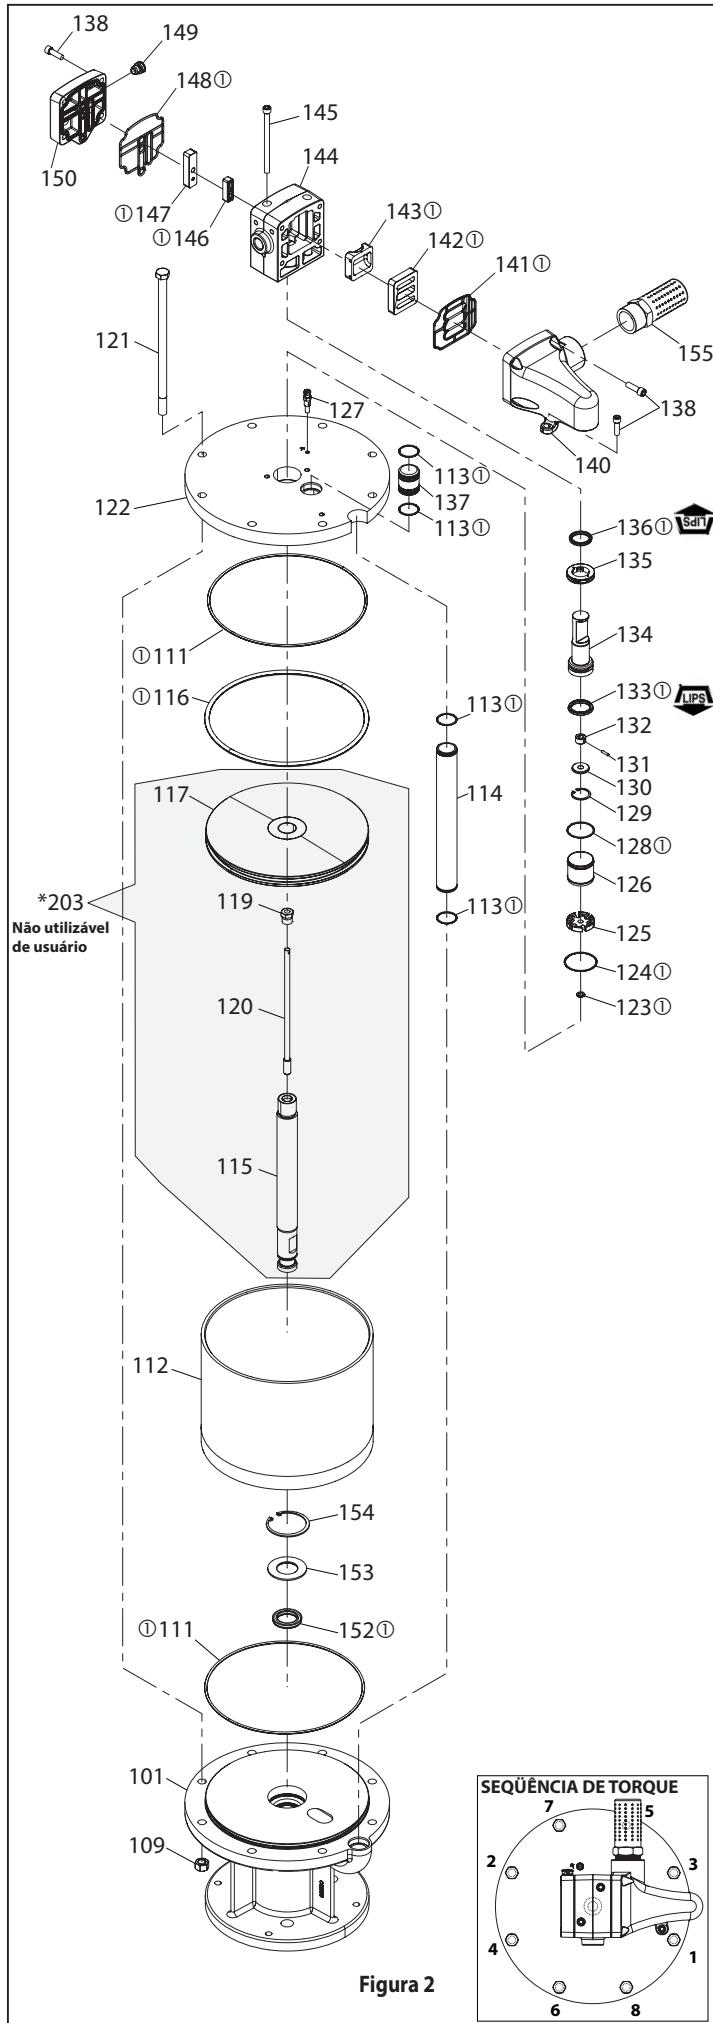

Figura 2
2. Instale a taça em U (152), a anilha (153) e o anel de retenção (154) no conjunto da base (101).
3. Instale o "O-ring" (111) na reentrância do conjunto da base (101).
4. Instale o "O-ring" (116) na reentrância do pistão (117).
5. Empurre a haste do pistão (115) através do conjunto da base (101), com cuidado para não danificar os rebordos do vedante em "U" (152).
6. Lubrifique o diâmetro interior do cilindro de ar (112) e deslize-o para baixo, até ao conjunto do pistão (203), e para o conjunto da base do motor pneumático (101). (Consulte a Figura 2 na Página 32).
7. Alinhe a reentrância na placa principal (122) com a porta no conjunto da base (101) e pressione a placa principal (122) para baixo até tocar no cilindro de ar (112). O conjunto da haste deslizante (120) tem de ser colocado no centro da placa principal (122).
8. Monte os 8 (121) parafusos na placa principal (122) e no conjunto da base (101).
9. Monte as 8 porcas (109) com parafusos de cabeça sextavada (121) e aperte de acordo com a sequência e valor de binário especificados.
10. Puxe o conjunto da haste deslizante (120) o mais longe possível do conjunto do motor pneumático, deslide o "O-ring" (123) sobre o conjunto da haste deslizante (120) e para baixo, para o bucin localizado na placa principal (122).
11. Deslide a tampa (125) sobre o conjunto da haste deslizante (120) e para baixo, para o furo localizado na placa principal (122).
12. Primeiro, deslide o (129) anel de retenção e, depois, a anilha (130) para o conjunto da haste deslizante (120).
13. Deslide o driver (132) para o conjunto da haste deslizante (120). Alinhe o furo do driver (132) com o furo no conjunto da haste deslizante (120) e insira o pino (131).
14. Monte a taça em U (133) de borracha na (134) bobina. Certifique-se de que os rebordos da taça em U (133) apontam para baixo, para a placa principal (122).
15. SDeslide a bobina (134) para o conjunto da haste deslizante (120), sobre o driver (132), e insira a anilha (130) atrás. Utilizando alicates para anéis de retenção, monte o anel de retenção (129) na reentrância interna localizada na bobina (134). Certifique-se de que o anel de retenção (129) está totalmente encaixado na reentrância. Deslide a bobina (134) para baixo, para o furo da (122) base da placa principal por cima da tampa (125).
16. Lubrifique o diâmetro interior da manga (126) e deslide-a para a bobina (134), localizando-a na tampa (125). Certifique-se de que o cone grande da manga (126) está localizado na tampa (125).